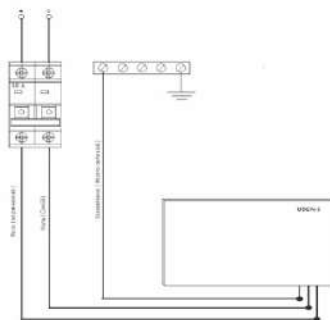

Abb. 2. Anschlussplan der Panels mit Fernbedienung
7.2.5 Schließen Sie die Drähte und Kabel gemäß dem Diagramm in **Abb. 2**. Schließen Sie die Schutzabdeckung der Kontakte. Die Abdeckung, die den Klemmenblock abdeckt, hat zwei Löcher: das 1. dient als Stromversorgung, das 2. dient zum Parallelanschluss nachfolgender Platten (falls nicht vorhanden, nur ein Loch verwenden, das zweite mit einem speziellen Gummistopfen verschließen).